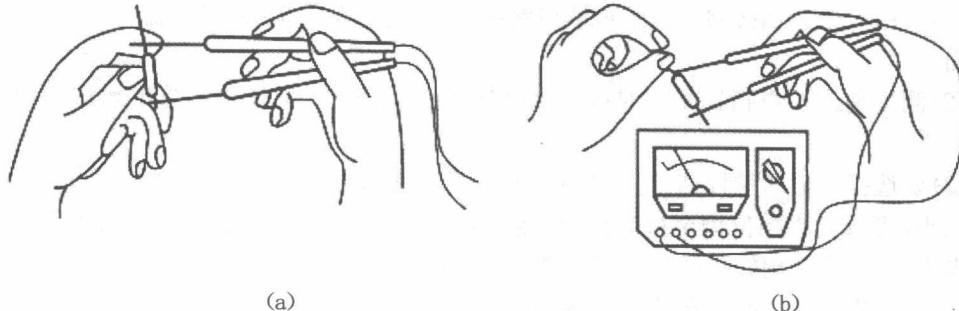

图 1-1-8 万用表测量电阻示意图
(3) 正确选择测量挡,注意不能选错,如果错将电流挡当成电压挡接到电路中,将产生严重后果。
(4) 测量电阻时,由于欧姆表刻度不均匀,为提高读数的准确度,选择量程挡时以使指针偏转到满刻度的 1/2~2/3 之间为宜。
(5) 测量电阻时注意接入方式必须正确,不要将人体电阻接入,以免产生误差,如图 1-1-8 所示。